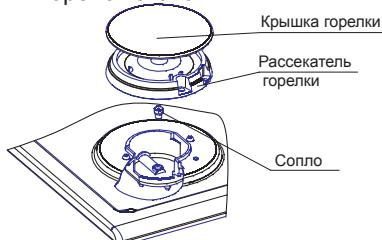

рис. 12
20.1. Проведение замены сопла при ремонте, а также при переводе на другой тип газа (рис.12, 13, 14)